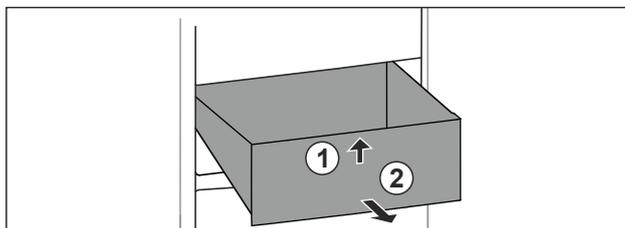

Fig. 20
- ▶ Soulever la partie avant du tiroir. Fig. 20 (1).
- ▶ Retirer le tiroir par l'avant. Fig. 20 (2)